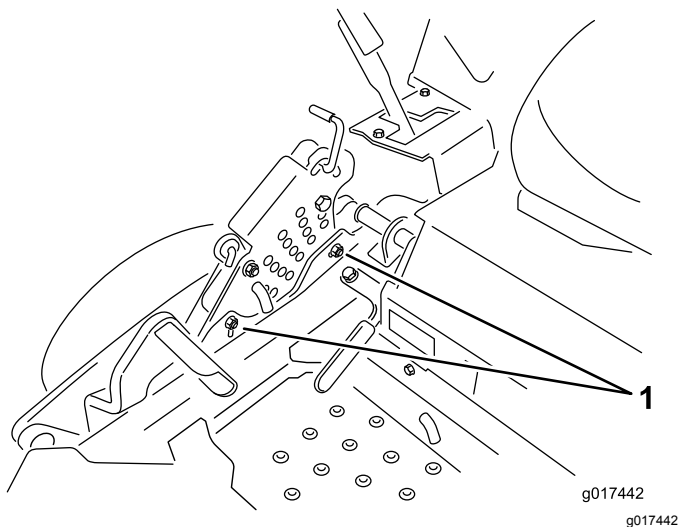

Figure 79
12. Pour régler le système monopoint, desserrez les 2 boulons au bas de la plaque de hauteur de coupe (Figure 79).
14. Serrez les 2 boulons au bas de la plaque de hauteur de coupe (Figure 79).